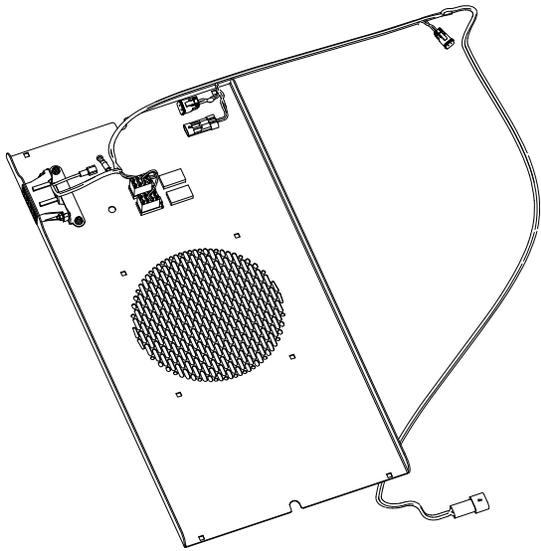

図 6
1. スwitchパネルにワイヤハーネスを合わせる 図 6。